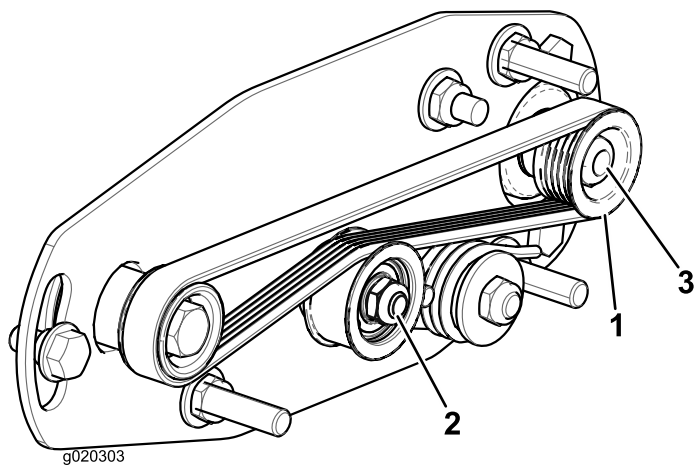
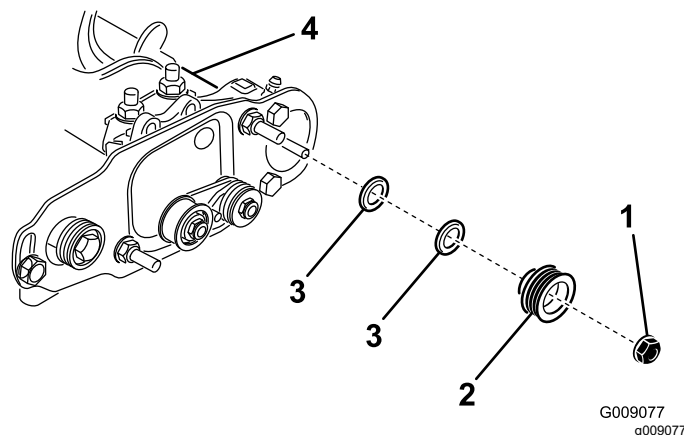

Рисунок 22
Рисунок 23
1. Ведомый шкив (на валу щетки катка) можно переместить внутрь или наружу (Рисунок 22).
2. Вращая барабан, который будет вращать ведущий шкив, снимите с помощью рычага ремень с ведущего шкива (Рисунок 22).
3. Отверните контргайку крепления ведомого шкива к валу щетки (Рисунок 22 или Рисунок 23).
4. Снимите ведомый шкив с вала (Рисунок 23).
5. Если необходимо сместить шкив наружу, добавьте одну шайбу толщиной 0,8 мм (Рисунок 23).